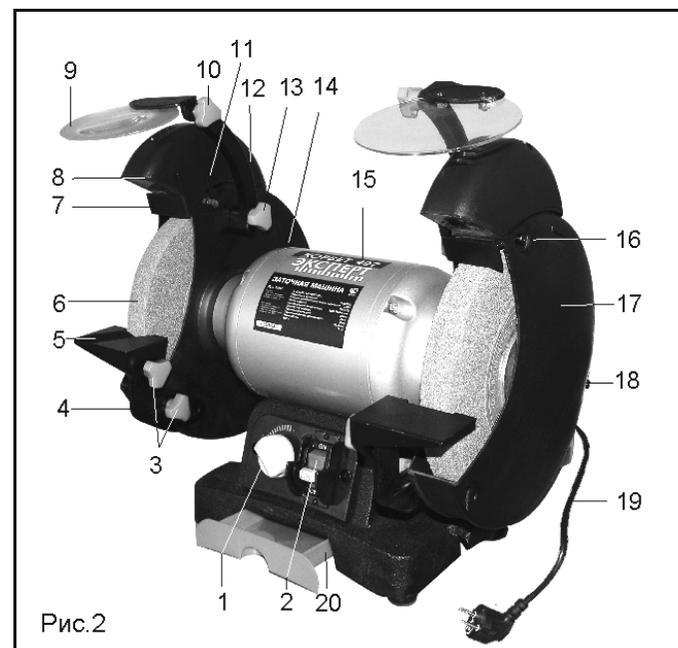

Рис.2
Машина состоит из следующих сборочных единиц и деталей (Рис.2):
Установите машину на ровной и устойчивой поверхности верстака и надежно закрепите её через специальные отверстия основания (Рис.2) с помощью болтовых соединений (не комплектуются). Исключите возможность контакта шнура питания 19 с шлифовальным кругом 6.
9. СБОРКА И РЕГУЛИРОВКА (Рис.2)
11. ЗАМЕНА ШЛИФОВАЛЬНОГО КРУГА (Рис.2,3)
Регулярно очищайте защитные экраны 9 (Рис.2) влажной тряпкой, обеспечивая видимость рабочей зоны. Не используйте растворители или очистители, выработанные на основе бензина.